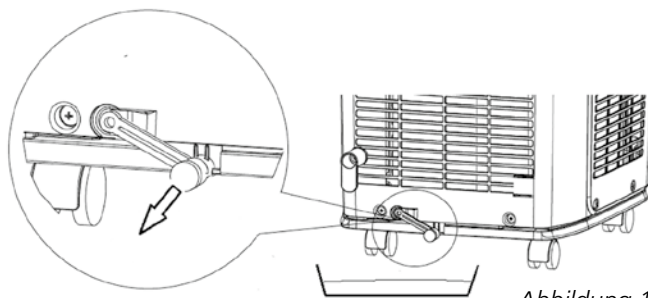

Abbildung 13
- 4 Ziehen Sie den Gummistopfen aus dem Abfluss und lassen Sie das Wasser aus dem Behälter laufen ($\pm 0,5$ L), abbildung 13.